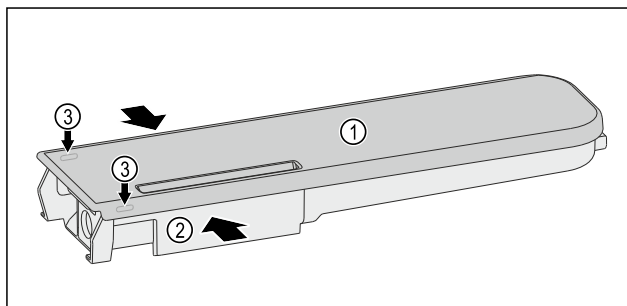

Fig. 141
- Comprimere il serbatoio dell'acqua Fig. 141 (2) e fare leva con attenzione sul coperchio Fig. 141 (1) sollevandolo dai naselli di arresto Fig. 141 (3).
- Spostare leggermente avanti e indietro il coperchio Fig. 141 (1) e rimuoverlo verso l'alto.